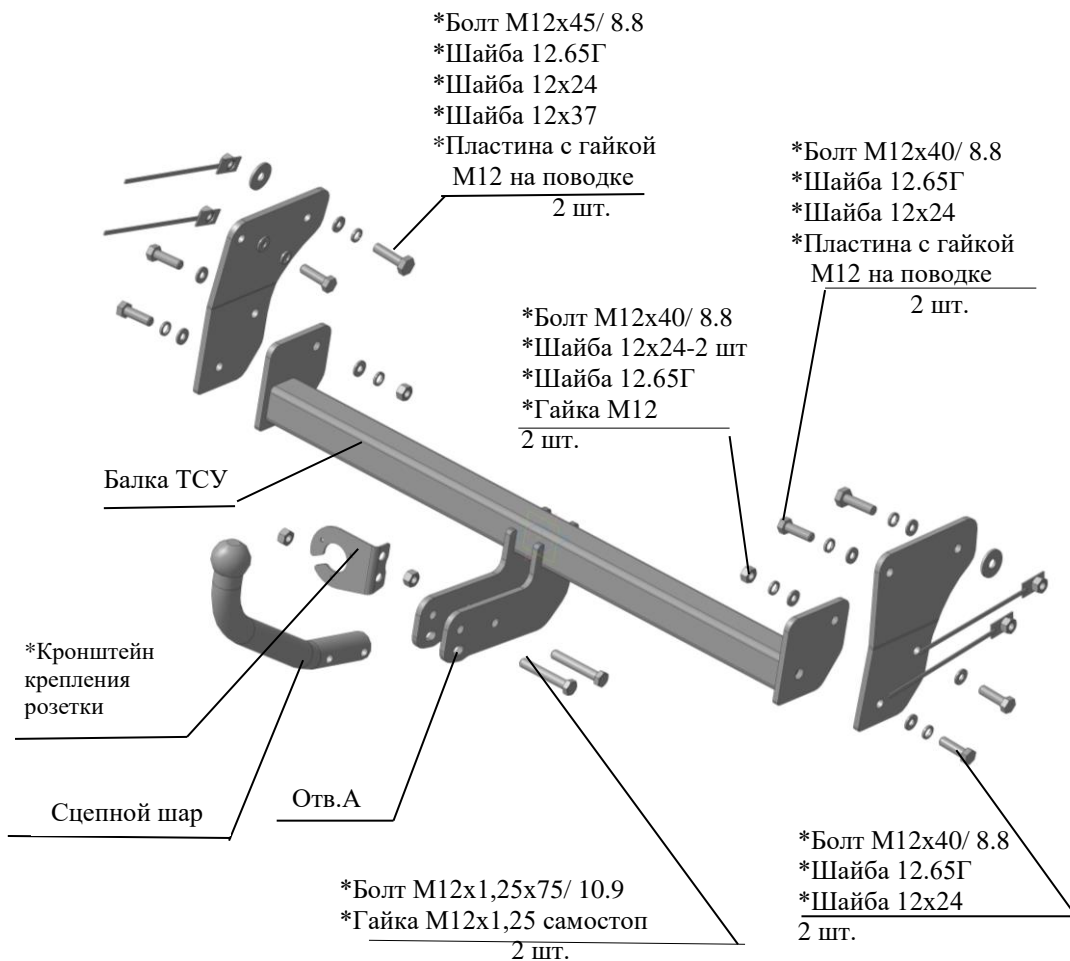

Рис.1 Тягово-сцепное устройство ТСУ 8011
2.1 ТСУ 8011 в сборе (рис.1)	1 шт.
2.2 Пакет с комплектующими (см. рис.1)+защитный колпак	1+1 шт.
лонжеронов болтами М12х40/ 45 и крепежом соответственно рис.1. Крепеж не затягивать.
4.4 Закрепить балку ТСУ к боковым съемным кронштейнам болтами М12 х40 и крепежом соответственно рис.1. Крепеж не затягивать.